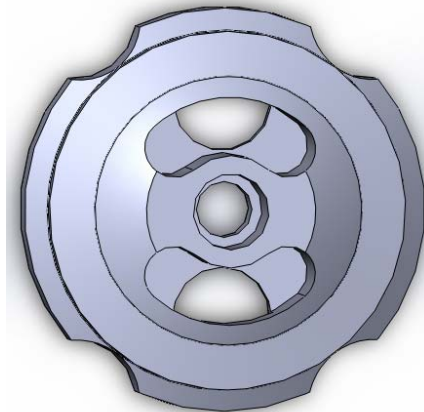

Рис. 16. Модель з проточкою
12. Після завершення побудови ескізу запускаємо інструмент «Вытянутый вырез». Витягуємо модель використовуючи настройку “НА ЗАДАНОЕ РАССТОЯНИЕ“, “НАПРАВЛЕНИЕ ВЫТЯЖКИ“– Плоскость 1 та вказуємо “ГЛУБИНА“–18 мм. (рис.15). Отримаємо зображення показане на (Рис. 16)